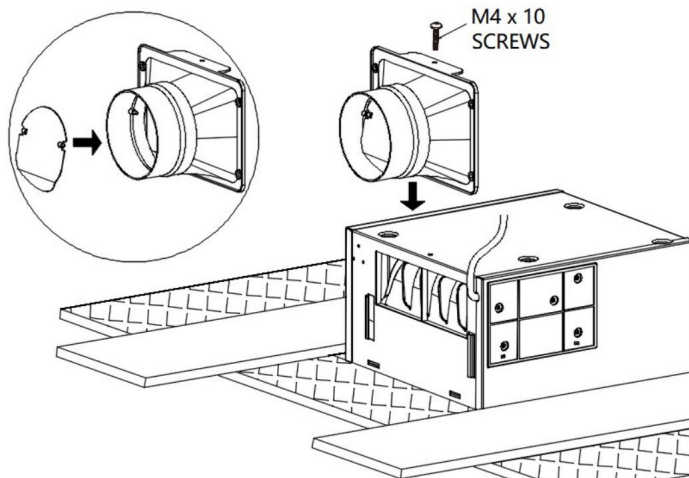

Fig.5.
6. Installez la plaque en plastique dans le connecteur de conduit. Installez ensuite le connecteur de conduit dans le boîtier du ventilateur et serrez les vis. (Voir la Fig. 5.)